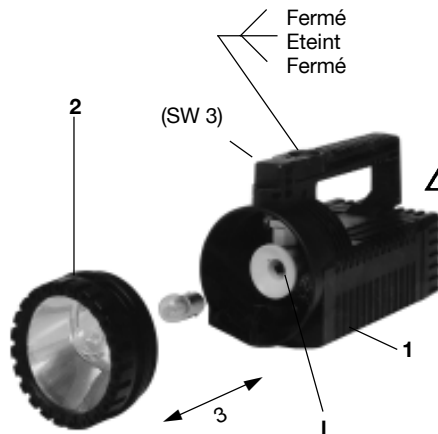

Fig 1
- En tournant la bague de serrage env. 2 fois (fig. 1, pos.2), la lumière diffusée peut être changée en lumière ponctuelle. L'interrupteur rotatif avec 3 positions de commutations est disposé sur la poignée.
2. Desserrer la vis à six pans creux SW3 en tête de la poignée (fig. 1).